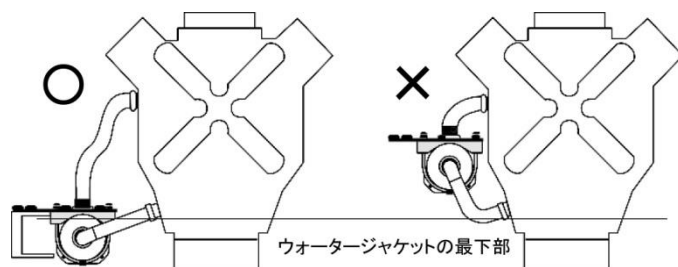

図 4
ヒーターが適切に動作するためには、ヒーターの位置が、ウォータージャケットの最下部よりも低くなるようにしてください(図 4 を参照)。
2. ヒーターの取り付け位置が高すぎる。図 4 を参照してください。